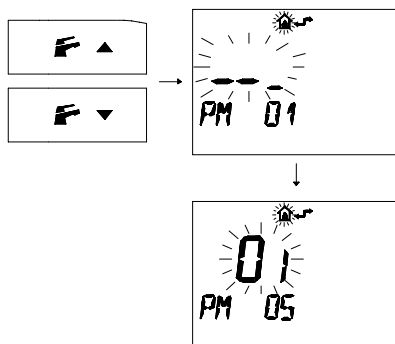

Figura 8.12
- Premere i pulsanti e per visualizzare la programmazione "PM05" Tipo gas primo livello (Figura 8.12).